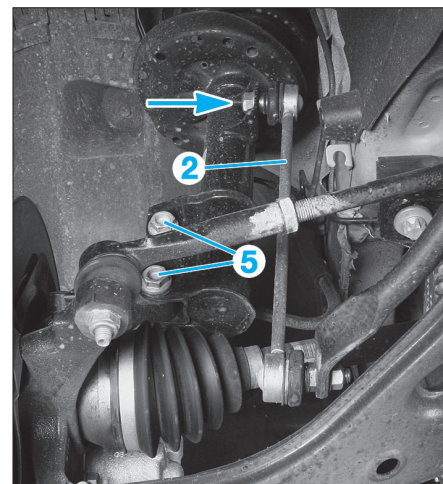

Fig. 4
- Déposer la fixation supérieure (flèche) de la biellette de barre stabilisatrice (2) (Fig.4).
- Déposer les fixations inférieures (5) de l'élément de suspension (Fig.4).